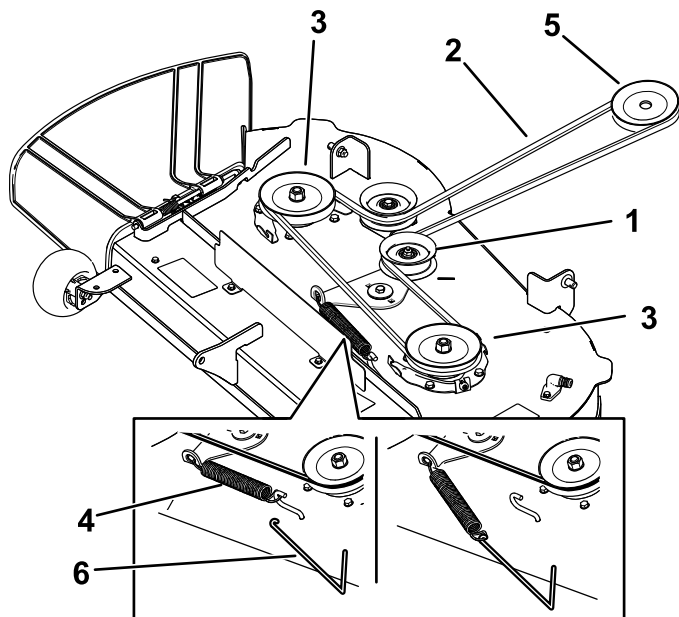
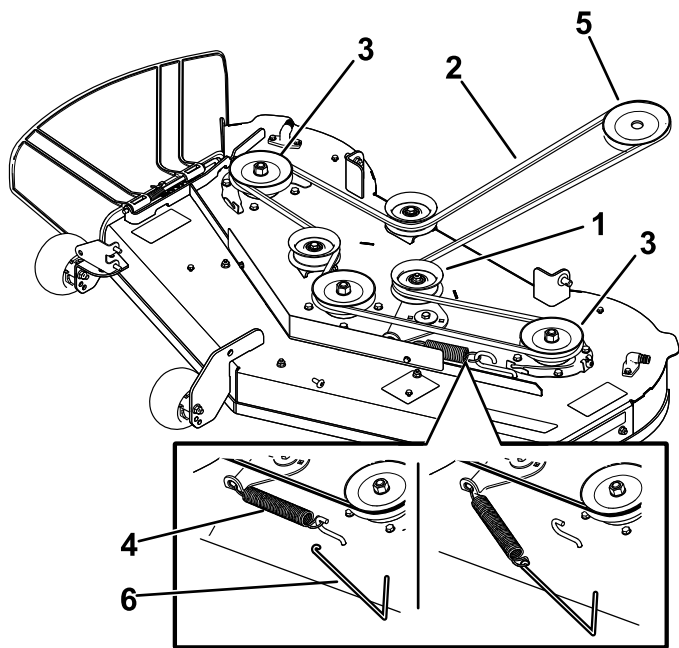

Figura 54
Figura 55
- 6. Utilizzando un attrezzo per la rimozione delle molle (n. cat. Toro 92-5771), rimuovete la molla del tendicinghia dal gancio del piatto di taglio per eliminare la tensione sulla puleggia tendicinghia e fate scorrere via la cinghia dalle pulegge (Figura 54 o Figura 55).
7. Montate la nuova cinghia attorno alla puleggia del motore e a quelle del tosaerba (Figura 54 o Figura 55).
8. Servendovi di un attrezzo per la rimozione delle molle (n. cat. Toro 92-5771), agganciate la molla del tendicinghia al gancio del piatto di taglio e mettete in tensione la puleggia tendicinghia e la cinghia del tosaerba (Figura 54 o Figura 55).